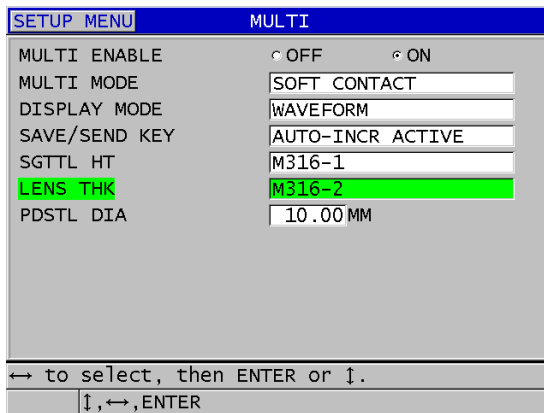

図 7-9 ソフトコンタクトモードでの多層材測定パラメータ
5. [多層材測定]画面（120ページの図 7-9 参照）で、以下の操作を行います。